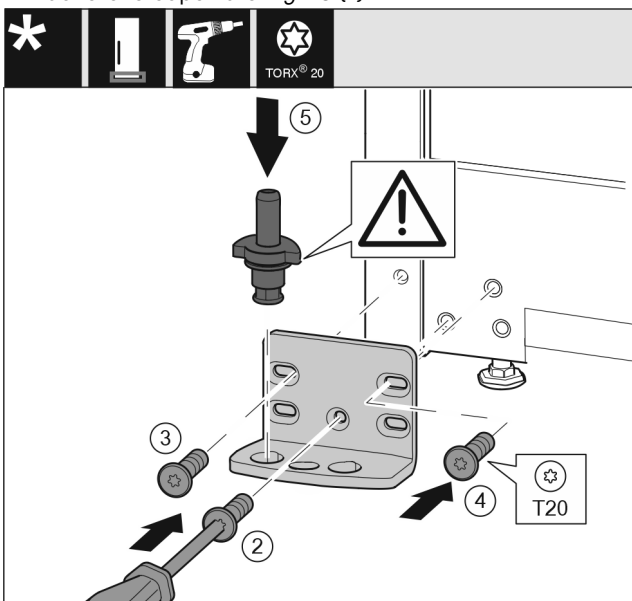

Fig. 19
- Applicare il blocco di supporto sull'altro lato e avvitarlo con l'aiuto di un cacciavite. Iniziare dalla vite Fig. 19 (2) in basso al centro.
- Stringere la vite Fig. 19 (3) e la vite Fig. 19 (4).
- Inserire completamente i perni di supporto Fig. 19 (5). Facendo ciò assicurarsi che la camma di arresto sia rivolta all'indietro.